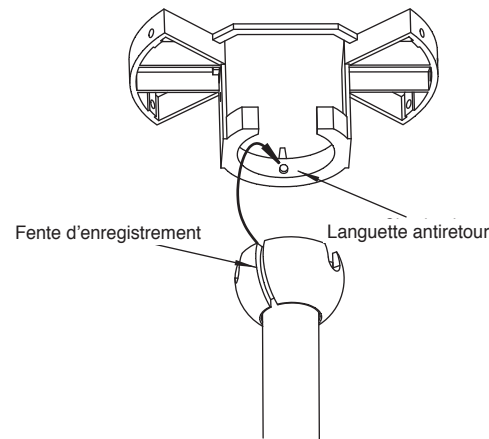

Fig. 7
**Étape 7.** Placez la boule de la tige de suspension dans la douille du support de montage. (Fig. 7)